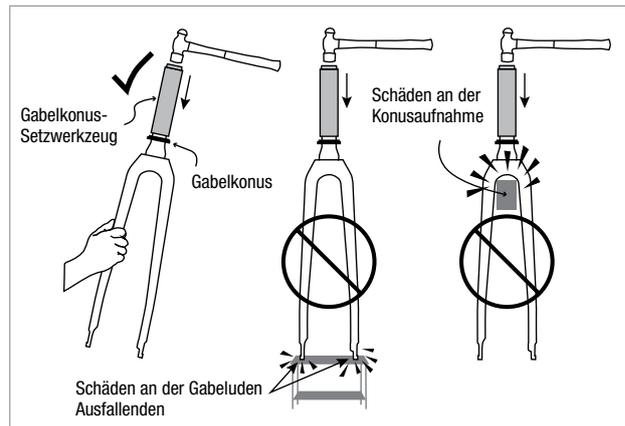
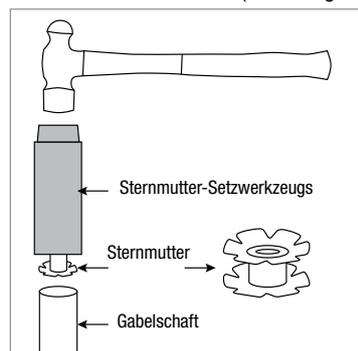

Abbildung 2
Abbildung 10
**▲ WARNUNG:** Stellen Sie die Gabel nicht auf die Ausfallenden und halten Sie die Gabel nicht am Konus, wenn Sie den Konus installieren. Dadurch kann die Gabel beschädigt werden (Abbildung 2).
- Halten Sie die Gabel mit eine Hand (Abbildung 2) und installieren Sie mithilfe eines Sternmutter-Setwerkzeugs und eines Hammers eine neue Sternmutter (Abbildung 10).